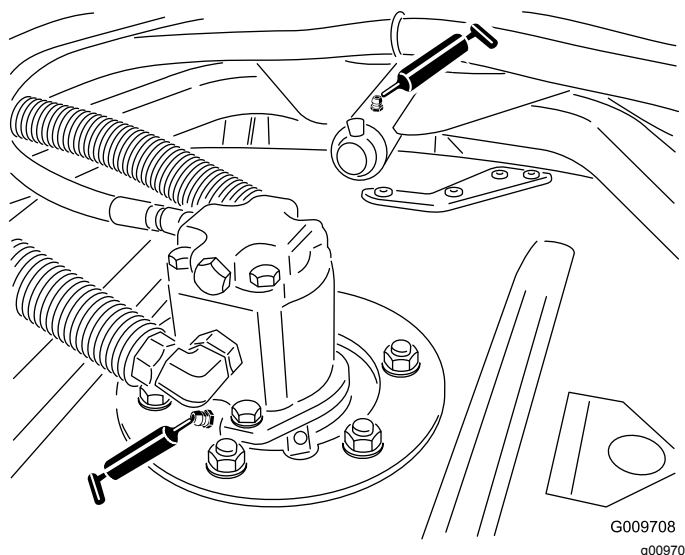

Figura 23
- Cuscinetti dell'asse del perno dell'apparato di taglio (1 per apparato di taglio) (Figura 23)
- Boccole del braccio portante dell'apparato di taglio (1 per apparato) (Figura 23)